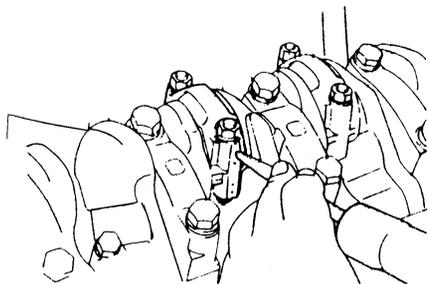

图 1.23 在连杆大头上打上记号
(2) 拆卸活塞连杆组
① 从两端向中间逐个松开并取下油底壳螺栓,取下油底壳。
- ② 拆下机油泵及集滤器。
- ③ 转动曲轴,使活塞处于下止点位置,检查连杆大头有无顺序记号。若无记号,应在连杆大头上用铍子打上记号,如图 1.23 所示。